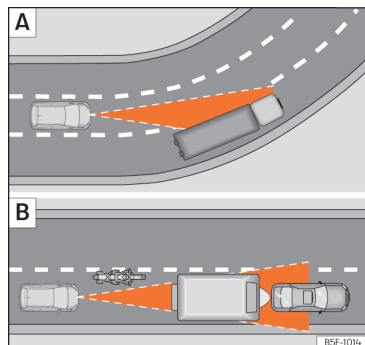

Рис. 143 [А] Автомобіль на повороті. [Б] Мотоцикліст за межами зони сканування радару.
Адаптивний круїз-контроль може не виявити передній автомобіль на повороті або може ре-гулювати відстань до машин на інших смугах >>> **рис. 143** [A].
- Транспортні засоби, які відхиляються від смуги або рухаються поза зоною виявлення датчиків, наприклад, мотоцикли >>> **рис. 143** [B].